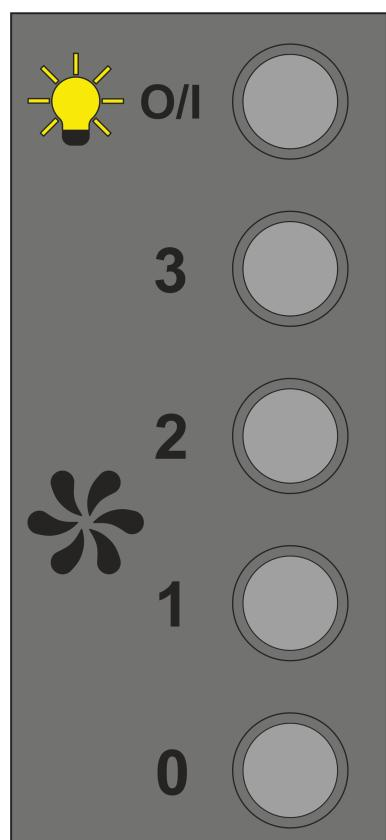

Рис.5
**7.3** На панели корпуса размещен кнопочный переключатель режимов работы и включения ламп освещения (рис.5).